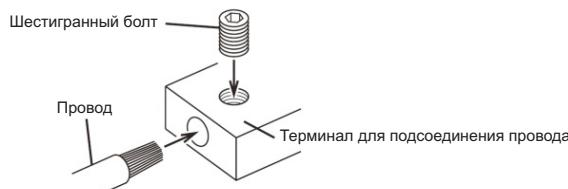

Рис. 6
3. Открутите болт, ввернутый в терминал. Вставьте оголенный конец провода в терминал. Надежно зафиксируйте провод в терминале, закрутив прилагаемый болт (Рис.6). **Перед выполнением данного подключения используйте изолирующую трубку для изоляции торчащих из терминала оголенных проводов.**